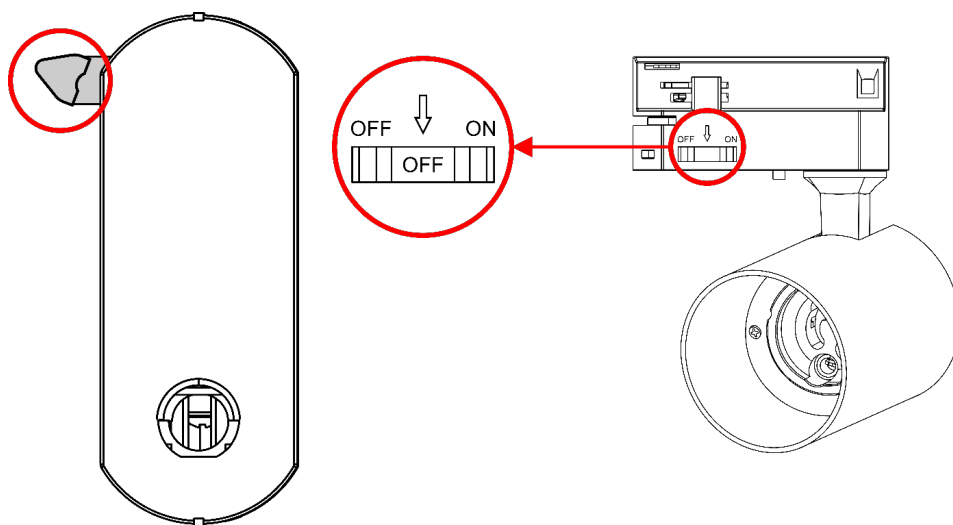

Fig. 06
- 02) Assicurarsi che l'**interruttore di alimentazione (05)** sia in posizione SPENTO e che il **blocco del binario (06)** sia in posizione di sblocco, come illustrato nella Fig. 06.